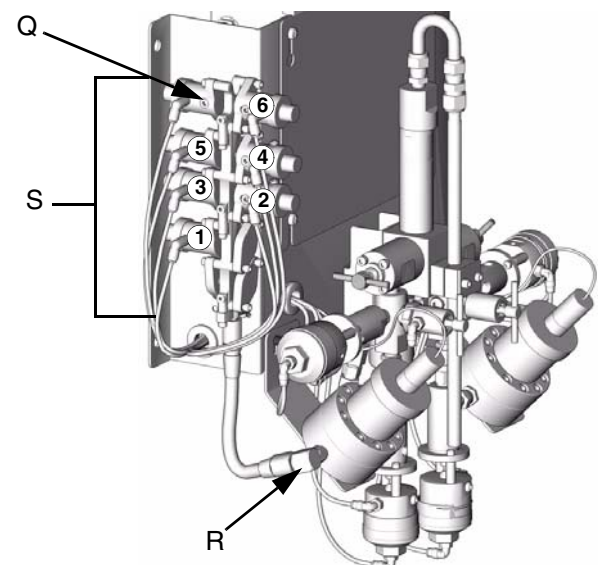

FIG. 13
- b. **Sistema multicromatico:** collegare anche una linea di alimentazione del solvente alla valvola di cambio colore (Q), contrassegnata "**CC SOLVENT**". FIG. 13.
- **Sistema a colore singolo:** collegare la linea di alimentazione del componente all'ingresso del flussometro del componente A (R). FIG. 13.
- **Sistema multicromatico:** collegare le linee di alimentazione del componente A agli ingressi del gruppo di valvole di cambio colore (S). FIG. 13. Il numero del colore è contrassegnato sulla linea di alimentazione dell'aria della valvola.